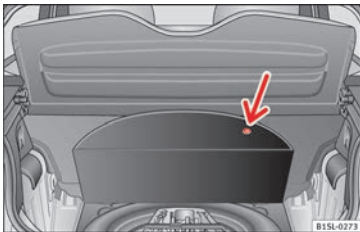

Abb. 77 Im Gepäckraum: hochgeklappter Bodenbelag.
Das Bordwerkzeug, Reserverad, Notrad bzw. Pannenset befinden sich im Gepäckraum unter dem Bodenbelag » **Abb. 77**.
- Bodenbelag an Aussparung anheben (Pfeil) » **Abb. 77**.